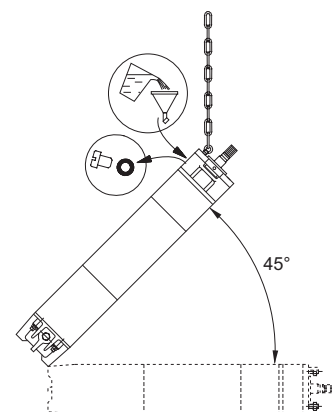

Abb. 4 Position des Motors während der Nachfüllung – MMS
1. Den Motor mit einem Neigungswinkel von  $45^{\circ}$  anbringen. Der obere Teil des Motors muss nach oben zeigen, siehe Abb. 4.